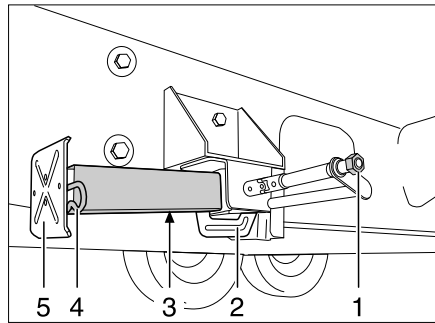

Bild 30 Hubstütze
- Am Sechskant (Bild 30,1) den Steckschlüssel aufstecken und drehen, bis die Hubstütze senkrecht nach unten steht.
- Wenn die Länge der Hubstütze verstellbar ist, den Splint (Bild 30,4) aus der Stützfußverlängerung (Bild 30,5) herausziehen.
- Am Sechskant (Bild 30,1) den Steckschlüssel aufstecken und drehen, bis die Hubstütze wieder vom Boden frei ist.
- Stützfußverlängerung (Bild 30,5) ganz einschieben und Splint (Bild 30,4) in die vorgesehene Bohrung an der Stützfußverlängerung stecken.
- Am Sechskant (Bild 30,1) drehen, bis die Hubstütze nach oben geschwenkt ist und die Führung (Bild 30,2) ganz am Ende des Schlitzes (Bild 30,3) ansteht.